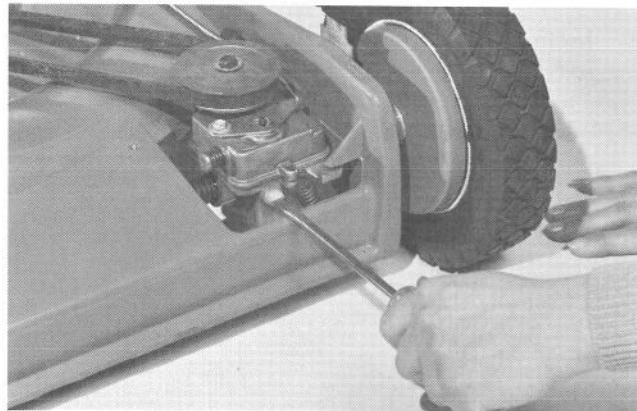

Figure 32
3. Placez la tondeuse sur une surface plane et de niveau, nettoyez le tour du bouchon en plastique et enlevez le bouchon du boîtier d'engrenages. L'huile à engrenages devrait s'écouler par le trou dans le boîtier si elle est au niveau voulu (Fig. 32). Si l'huile ne déborde pas, ajoutez de l'huile à engrenages: passez au n° 4.